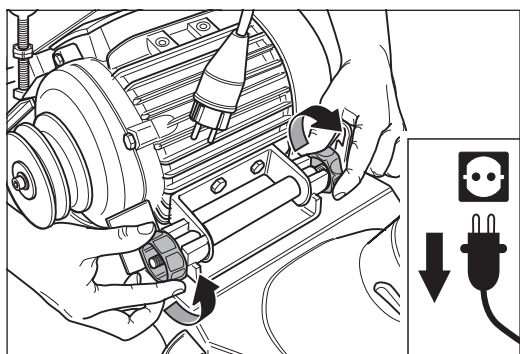

Abb. 23 Die beiden Motormuttern lösen.
- 5 Lösen Sie die beiden Motormuttern an der Motoraufhängung (Abb. 23).